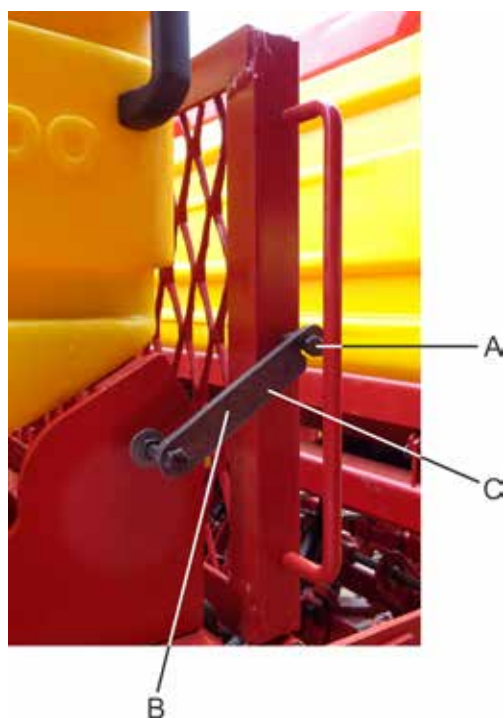
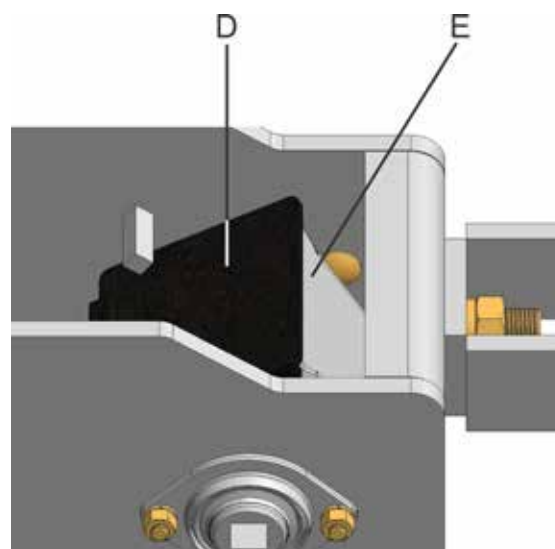

fig. 46
fig. 47
Realize a manutenção e lubrificação periódica nas caixas de transmissão das linhas pantográficas. Para ter acesso às caixas de transmissão (D) (fig. 47), levante o estribo (A) (fig. 46), e trave através do parafuso (C) com a trava (B). Retire a tampa da caixa (E) (fig. 47), e faça a manutenção se necessário.